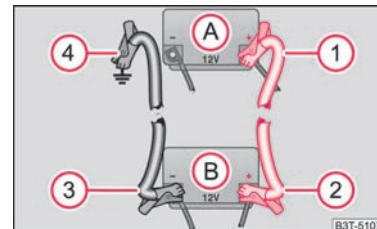

Abb. 205 Starthilfe mit der Batterie eines anderen Fahrzeugs: A - entladene Fahrzeugbatterie, B - stromgebende Batterie
- Befestigen Sie ein Ende ① ⇒ Abb. 205 am Pluspol der entladenen Batterie (A).
- Befestigen Sie das andere Ende ② am Pluspol der stromgebenden Batterie (B).